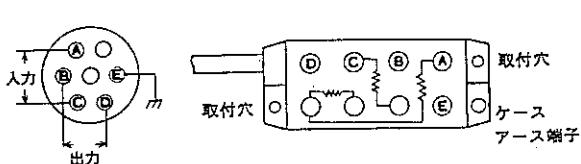

図 12
(1) 設置方法
- b) 固定する場合には図12に示す取付穴を利用してビス止めします。
(2) ブリッジボックスの結線(5370,5373,5379,5380)
- a) コネクタの結線は、図12に示すようにピン番号A、Cがブリッジ電源の供給で、B、Dが動ひずみ測定器への入力となります。Eはコモン端子です。